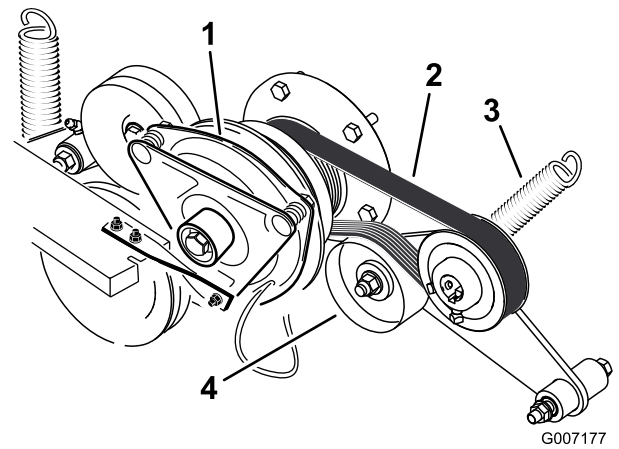

Figure 65
3. Débranchez le ressort du bras de la poulie de tension (Figure 65).
4. Montez la courroie neuve sur les poulies du moteur et des pompes hydrauliques (Figure 65).
6. Raccrochez le ressort au bras de la poulie de tension (Figure 65).